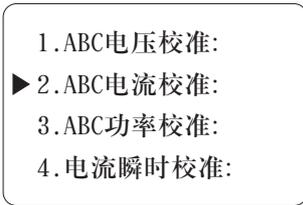

图19
- 5) 进入菜单, 选择出厂维护, 进入密匙校验状态, (输入: 1001), 密匙校验成功后允许进入厂家设置界面, 通过【移位】、【递增】、【菜单】键结合, 可实现对ABC相电压, ABC相电流的校准, ABC相功率校准、电流瞬时校准更改壳架电流、显示灰度调整, 以及厂家相关信息的校准或查询。如下图19、20、21所示。
- ABC相电压校准：如图19、20、21所示，按【移位】、【递增】键选择ABC电压校准，按【菜单】键，进入ABC电压校准界面，如图22所示，确认给保护器ABC相施加标准220V电压后，按下【菜单】键，5秒钟内，自动校零三相电压参数；再按下【移位】键，5秒钟内，自动校准三相电压参数，校准完成按【返回】键，返回上层界面。
- ABC相电流校准：如图19、20、21所示，按【移位】、【递增】键选择ABC电流校准，先给断路器施加额定电流值(如：250A)的电流后，按下【菜单】键，5秒钟内，校准额定电流，再给断路器施加20%额定电流(如：50A)的电流，按下【移位】键自动校准20%电流。如图：图23、24、25校准完成按【返回】键，返回上层界面。
- 功率校准：；如图19、20、21所示，按【移位】、【递增】键选择到ABC功率校准，输入额定电流（如：250A），输入额定电压220V，按下【菜单】键，5秒钟内，自动校零三相功率参数；再按下【移位】键，5秒钟内，自动校准三相功率参数。校准完成按【返回】键，返回上层界面。
- 更改壳架电流：如图19、20、21所示，按【移位】、【递增】键选择更改壳架电流，按【确认】键，进入更改壳架电流界面，按【移位】、【递增】键，可以更改壳架电流。完成后，按【返回】键，返回上层界面。
- 显示灰度调整：；如图19、20、21所示，按【移位】、【递增】键选择显示灰度调整，并按【菜单】键，进入灰度调整界面，根据实际显示，按【移位】、【递增】调整灰度，调整完毕按【返回】键，返回图27界面。